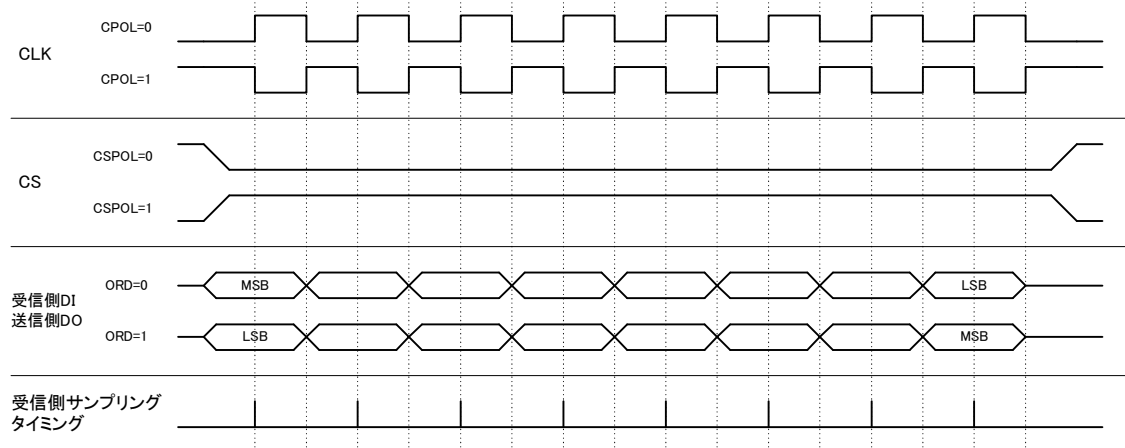
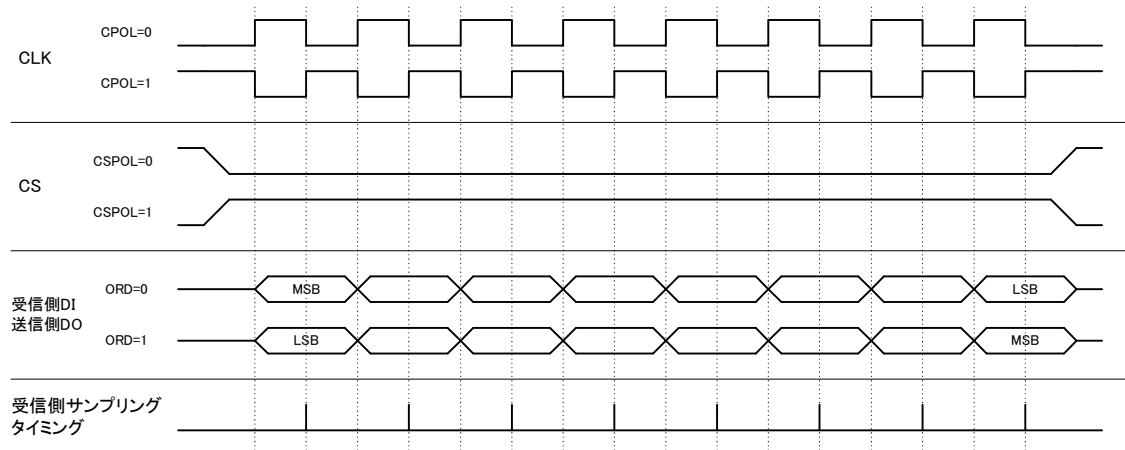

図 6 CPHA = 0 の場合の転送
図 7 CPHA = 1 の場合の転送
Mode 引数の各ビットの値による送受信のタイミングの違いを示したのが図 6、および、図 7 です。ATF_SPIWriteRead() 関数には CPHA が 2 種類用意されています。CPHA(T) がマイコンボードから送信する場合で、CPHA(R) はマイコンボードが受信する場合のタイミングに適用されます。送受ともクロックの立ち上りに同期する(93C46 のような)一部の IC では、送信と受信でタイミングを変更する必要があります。